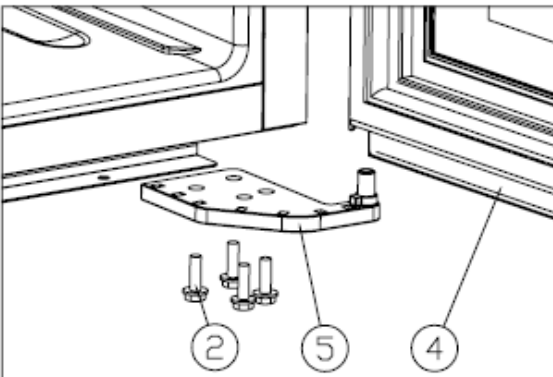

Figure 2
Desenrosque los tornillos M5*16 (2), retire la bisagra inferior derecha (5). [Figure 2]